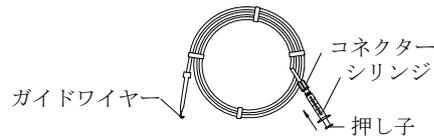

図1
2. ケースのコネクタに生理食塩液等を入れたシリンジを接続して、ケース内をフラッシュし、ガイドワイヤーの表面を十分に濡れた状態にする(図1参照)。